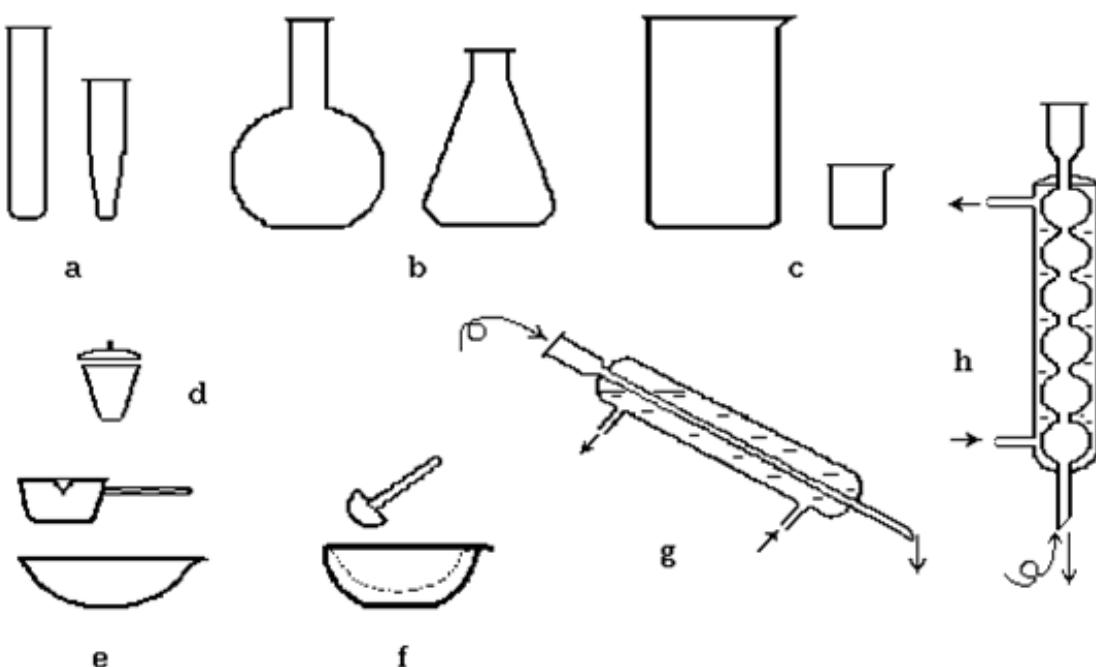
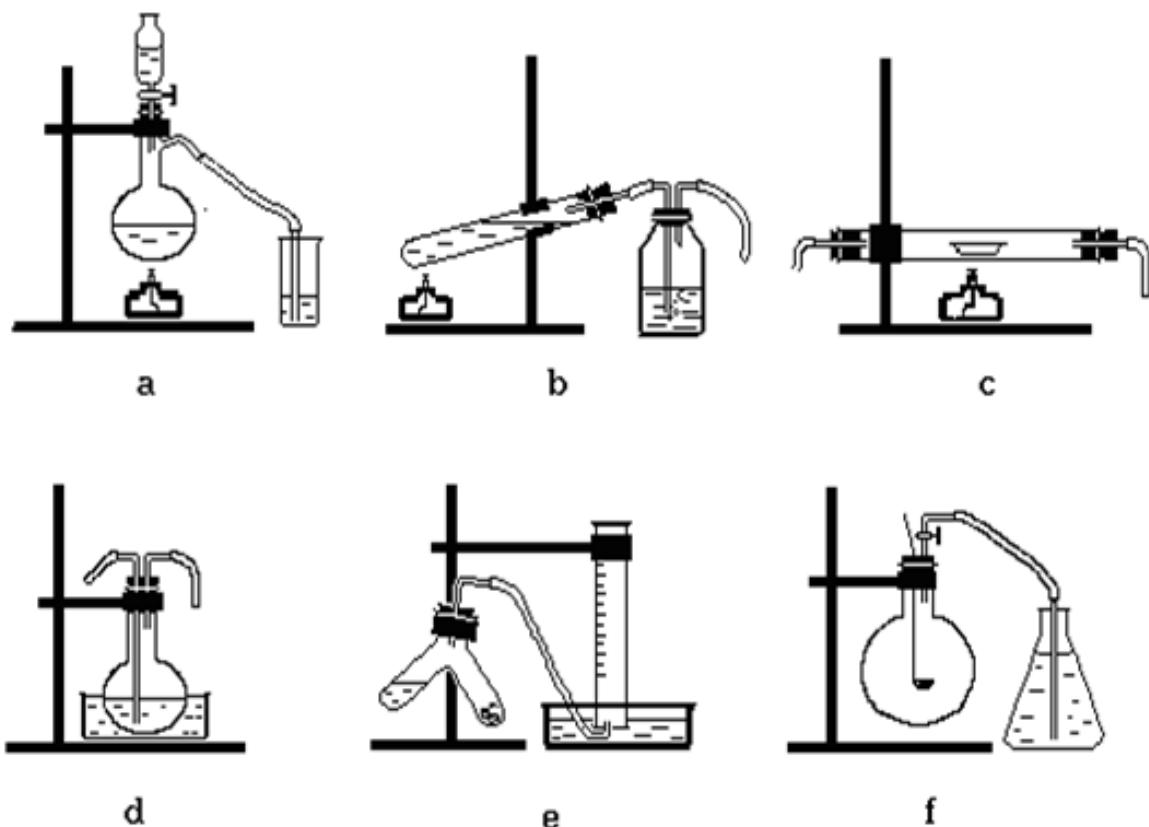

Рис. 1. Лабораторная посуда. Холодильники
Рис. 2. Простейшие приборы для работы с газами
Познакомьтесь с представленным оборудованием, запишите название и применение (см. рис. 1).
**Пробирки** (рис. 1а) - применяются для проведения реакций с небольшими количествами веществ. Кроме обычных, используют также конические пробирки. При нагревании веществ в пробирке применяют пробиркодержатели.
**Колбы** (рис. 1б) - для проведения реакций с большими (до нескольких литров) количествами веществ. Бывают различных размеров и форм: плоскодонные, круглые и конические (колбы Эрленмейера); круглодонные. Специальные колбы: колба Вюрца – круглодонная, с боковым отводом (рис. 2а) – для перегонки жидкостей, реакций с выделением газов; колба Бунзена – коническая, толстостенная (рис. 6б) для фильтрования при пониженном давлении и другие.
**Стаканы** (рис. 1с) - применяются в том случае, если реакционную смесь нет необходимости закрывать, для приготовления растворов. Могут быть тонко- и толстостенные, различной термостойкости. Следует помнить, что толстостенная посуда (стаканы, колбы, склянки) не термостойка и не может применяться, если реакция проводится при нагревании или сопровождается выделением большого количества тепла.
**Фарфоровые чашки** (рис. 1е) - обычно применяются для выпаривания растворов, высушивания веществ, они тонкостенные, термостойкие, но хрупкие. Для проведения реакций при очень высокой температуре используют фарфоровые **тигли** (рис. 1д).
Познакомьтесь с основными правилами сборки приборов и соберите один из приборов по указанию преподавателя. Проверьте прибор на герметичность. Собранный прибор зарисуйте в тетради, подпишите названия его деталей (см. рис. 2).